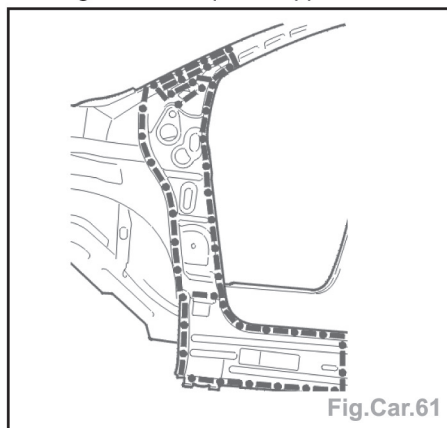

Fig.Car.61
- Préparer les bords d'accostage (Fig.Car.61).